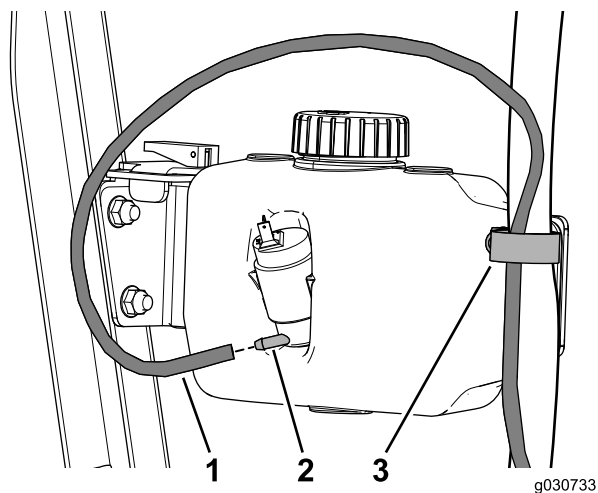

Рисунок 42
2. Проложите шланг омывателя через R-образный хомут и подсоедините его к бачку омывателя (Рисунок 42).